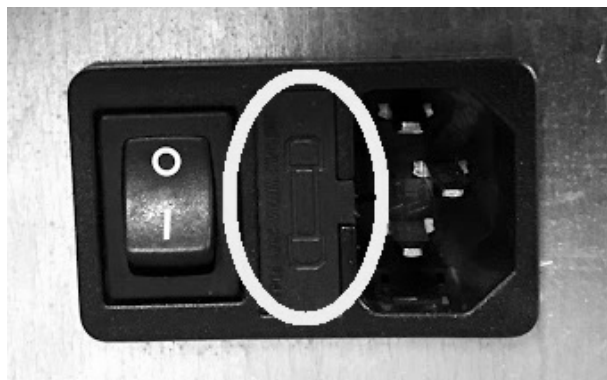

Fig. 89 - Ventanilla con los fusibles de remover
- Con la estufa fría, abra la puerta, retire la placa "F", quitando los dos tornillos (ver **Fig. 89**).